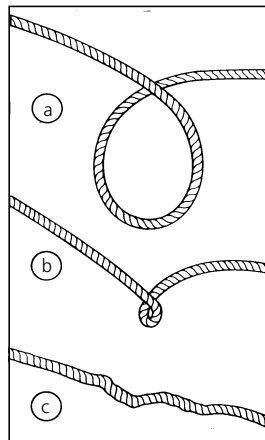

Figure 10
5. EMPÊCHEZ LES COQUES AVANT QU'ELLES NE SE FORMENT (voir Figure 10).